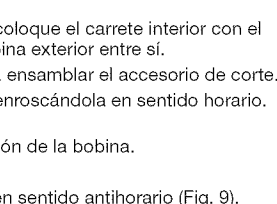

Fig. 19
- Lave el filtro con agua y detergente (Fig. 19). Enjuague bien el filtro. Escorra el exceso de agua. Déjelo secar por completo.